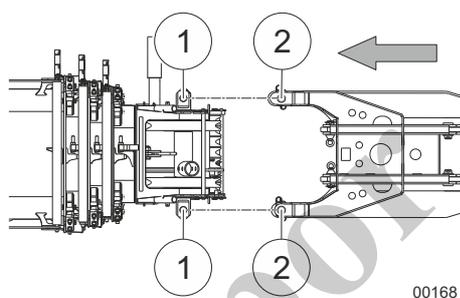

Fig. 191 Elevación de la pluma de extremo a la pluma telescópica
- 14 Alinee la pluma de extremo con la cabeza de pluma telescópica. Los soportes de la pluma de extremo (2, Fig. 191) y de la pluma telescópica (1) deben quedar alineados.